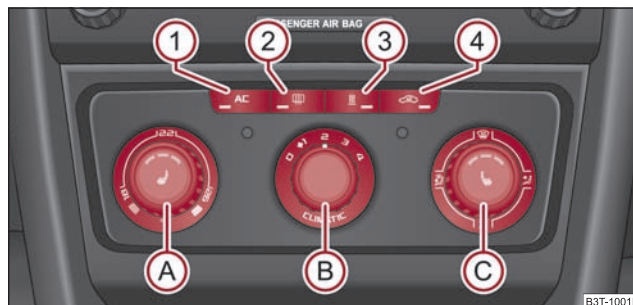

Abb. 127 Climatic: Bedienungselemente
Die Kühlung arbeitet nur dann, wenn die Taste  ⇒ Abb. 127  gedrückt ist und folgende Bedingungen erfüllt sind:
- Drehen Sie den Drehregler  ⇒ Abb. 127 nach rechts, um die Temperatur zu erhöhen.
- Drücken Sie die Taste  ① ⇒ Seite 108, Abb. 127. In der Taste leuchtet die Kontrollleuchte.
- Drücken Sie die Taste  ④ ⇒ Seite 108, Abb. 127, in der Taste leuchtet die Kontrollleuchte auf.
Wenn der Luftverteilungsregler Ⓒ in der Position  ⇒ Seite 108, Abb. 127 steht, wird der Umluftbetrieb automatisch ausgeschaltet. Durch wiederholtes Drücken der Drucktaste  können Sie auch in dieser Stellung den Umluftbetrieb wieder einschalten.